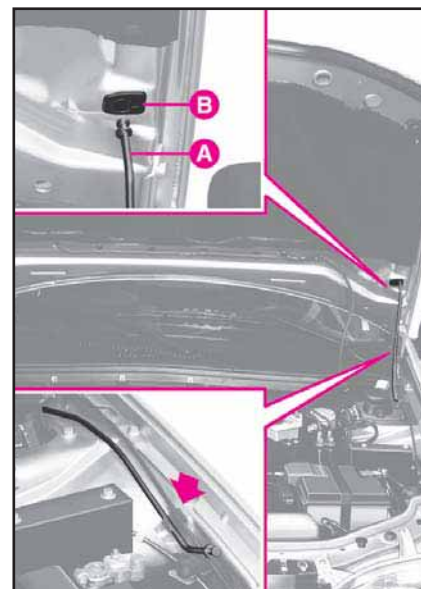

fig. 67
- 3) Sollevare il cofano impugnandolo centralmente e contemporaneamente liberare l'asta di sostegno **A**-fig. 67 dal proprio dispositivo di bloccaggio.
1) Tenere sollevato il cofano con una mano e con l'altra togliere l'asta **A** fig. 67 dalla sede **B** e rimetterla nel proprio dispositivo di bloccaggio.